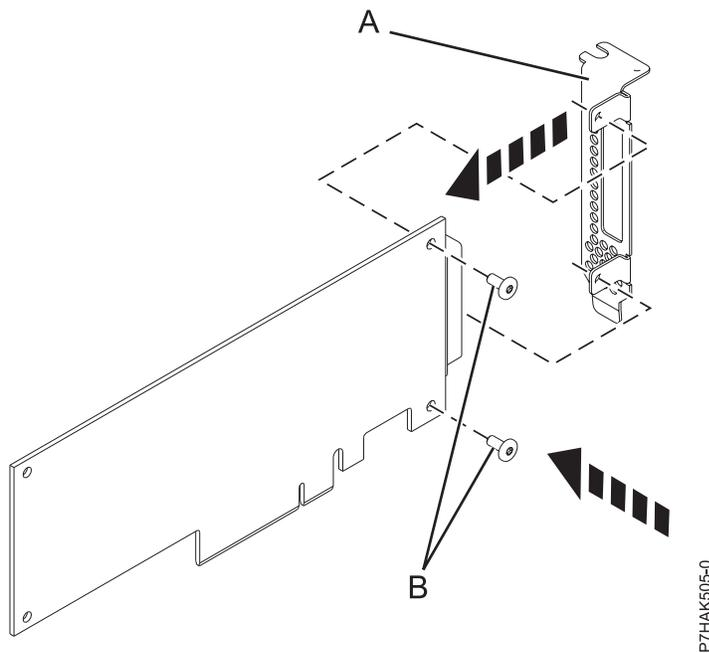

Abbildung 52. Den kurzen Adapterkassettenhalter am PCIe-Adapter befestigen
14. Befestigen Sie mit einem Kreuzschlitz-Schraubendreher und den beiden Sicherungsschrauben (B) den Haltesteg (A) vom fehlerhaften PCIe-Adapter am neuen PCIe-Adapter, wie in Abb. 52 auf Seite 55 dargestellt.